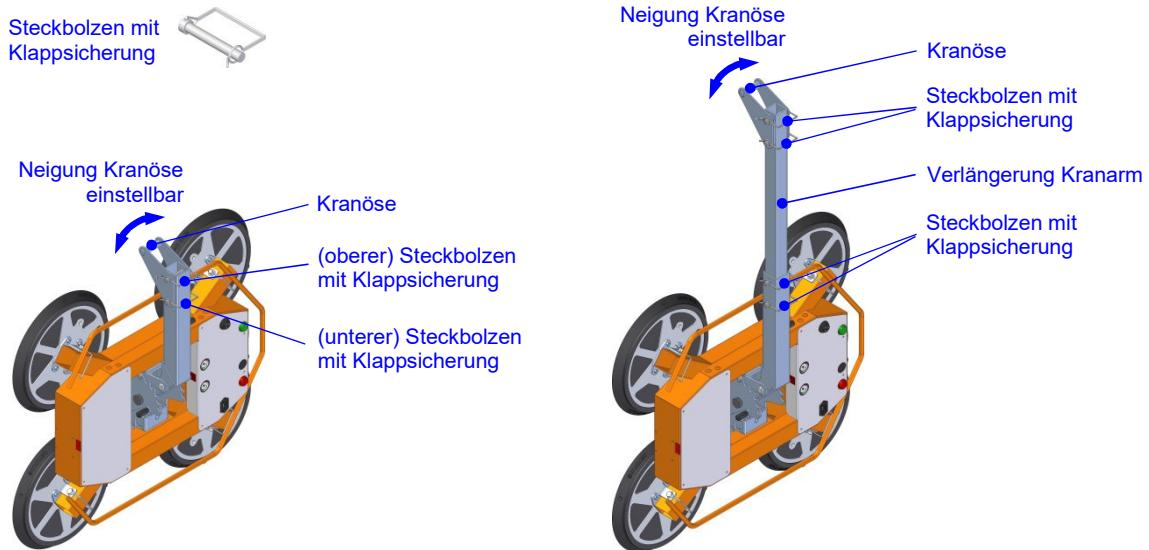

Abb. 13: Kranarm justierbar ohne und mit Verlängerung
- Entfernen Sie den oberen der beiden Steckbolzen mit Klappssicherung (s. Abb. 13).
- Montieren Sie die Kranöse an die „Verlängerung Kranarm“. Verwenden Sie dazu zwei Steckbolzen mit Klappsicherung (s. Abb. 13).